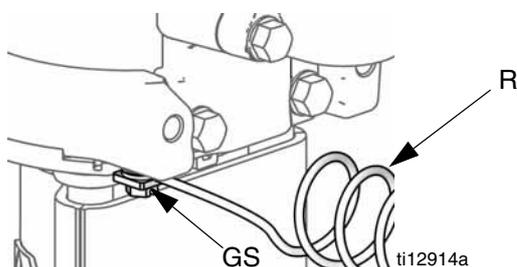

Рис. 2. Винт заземления и провод
1. Насос: Смотрите Рис. 2. Проверьте, что винт заземления (GS) зажат надежно прикручен к пневмодвигателю. Подсоедините другой конец провода (R) к надежной линии заземления.